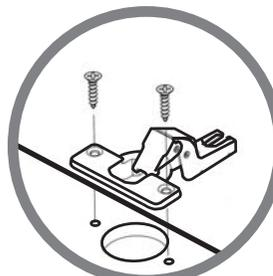
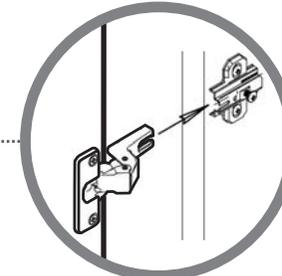

Рис. 7
Рис. 8
- Закрепить на панель 2 петли [13] шурупами [20] рис. 7, установить демпферные элементы [17] рис. 8, закрепить ручку [15] винтами [16], навесить и отрегулировать дверное полотно рис. 7 (см. «Рекомендации по регулировке петель»).